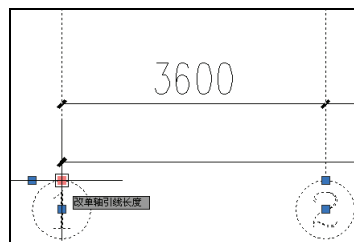

图 2-84 激活夹点
2) 调整轴号标注位置。选中轴号，将鼠标指针置于轴号圆圈的上方象限点上，此时夹点变成红色，结果如图 2-84 所示。